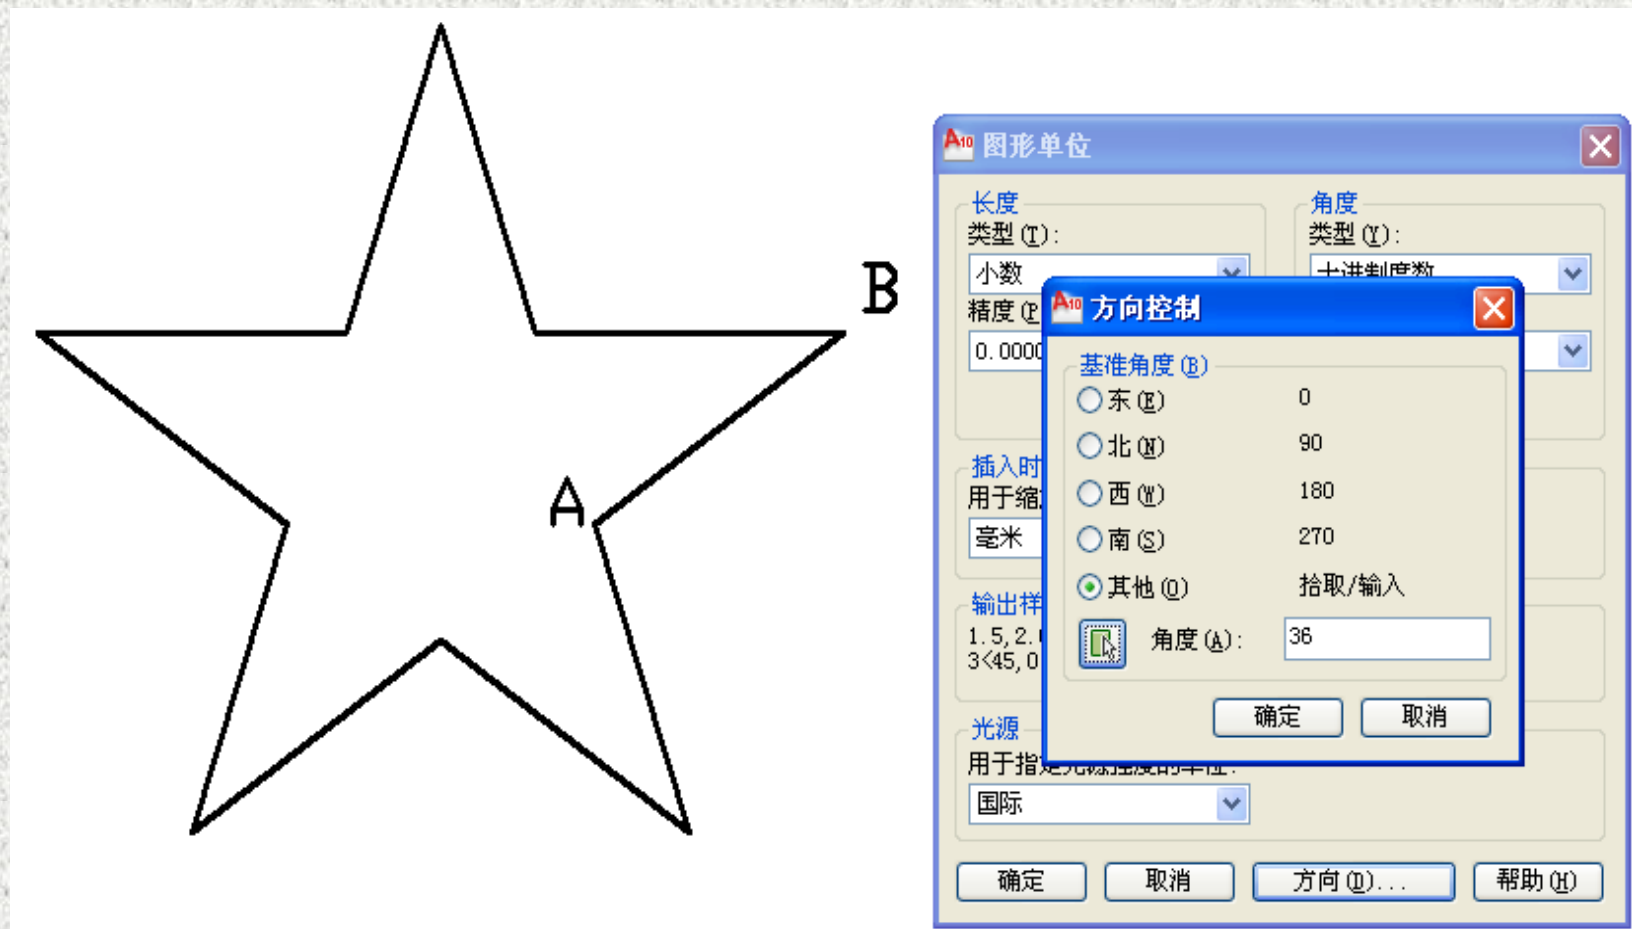

图2-6 用于设定基准角度的图形和设置基准角度
(1) 单击菜单 **【格式】** → **【单位】** 菜单命令，打开 **【图形单位】** 对话框；
(2) 单击 **【方向】** 按钮；
(3) 选择 **【其他】**；
(4) 单击 **【拾取角度】** 按钮  ；
(5) 单击A点，然后单击B点；
(6) 此时 **【方向控制】** 对话框的 **【角度】** 文本框中将显示角度值36，如图2-6所示；
(7) 单击 **【确定】** 按钮，依次关闭 **【方向控制】** 对话框和 **【图形单位】** 对话框。